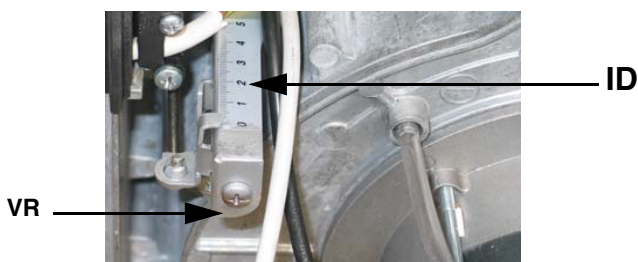

Рис. 26
- 2 запустить горелку, установив на **ON** главный выключатель **A** горелки: в случае блокировки (при этом загорится индикатор **B** на электрощите) нажать кнопку **RESET (C)**, находящуюся на панели электрощита горелки (См.);
- 3 снять крышку сервопривода: держать сервопривод в положении розжига (положение розжига = 0° на индикаторе воздушной заслонки **ID** - см. следующий рисунок на Рис. 26)
8 расслабить винт **VR** (см. Рис. 26)
9 сместить индикатор **ID** (Рис. 26) вдоль градуированной прорези в сторону + или -, для увеличения или уменьшения расхода воздуха, на основании требуемых значений продуктов сгорания;